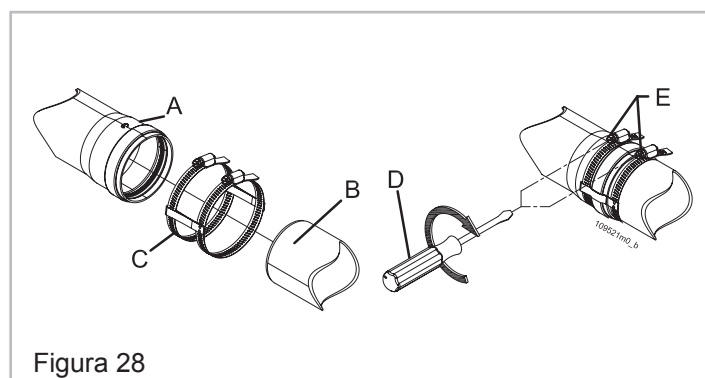

Figura 28
**ATTENZIONE!!! Assicurate meccanicamente gli incastri fra i vari elementi componenti il condotto di scarico e di aspirazione mediante l'utilizzo di sistemi di fissaggio o sistemi equivalenti (Figura 28).**